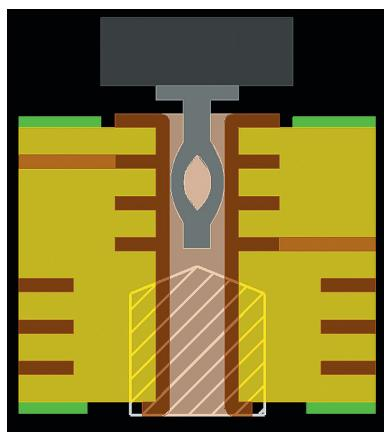

Рис. 8. Устранение лишней части переходного отверстия: а) с помощью обратной сверловки; б) с помощью несквозного отверстия
**Какие есть варианты, чтобы устранить эти ответвления и избежать отражений сигнала (см. рис. 8)?**